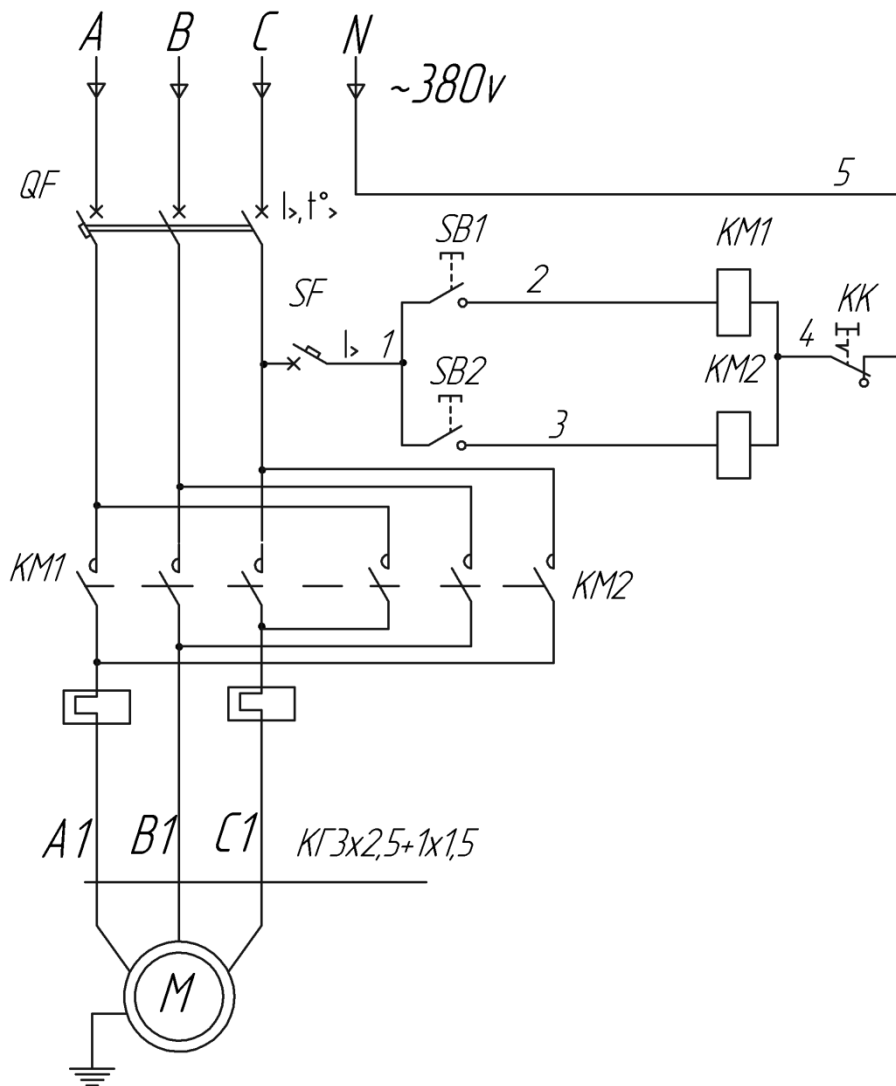

Рис.2 Схема электрическая принципиальная
4.7. На рис. 2 приведена принципиальная электрическая схема станда.